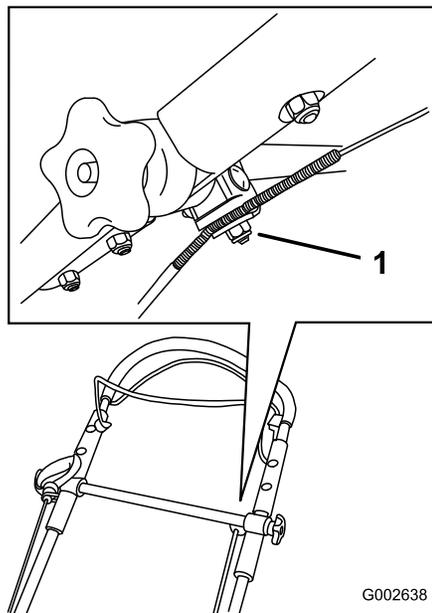

Figure 45
1. Desserrez l'écrou sur le support du câble (Figure 45).